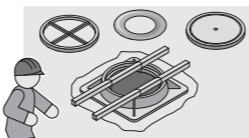

FIGURA 4
- Evitare che la malta liquida possa penetrare nella rete sottostante usando opportuni sistemi di contenimento, quali l'inserimento di una ciambella gonfiabile (figura 4) o una cassetatura di legno (figura 5) che verrà estratta circa dopo 10 min. l'applicazione del materiale di posa;